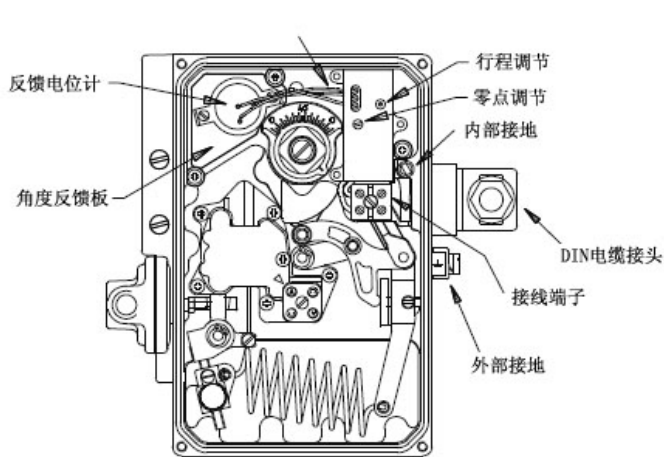

图7 角度反馈
4.4.2 打开定位器盖子并取下固定红色反馈板上三个 M4 螺钉，如图 7 所示。充分松开连接套中心螺钉并把带有反馈组件的连接套从旋转气缸上拉开。
6.1.2 打开定位器盖并拧下固定红色反馈板的四个螺钉，取下接线端子上的两个接线，如图 7 所示。作为一个单元小心取下连接套和反馈组件。
6.3 零点和行程调节（参考图 7）
6.4.2 打开定位器盖子并取下固定红色反馈板上三个 M4 螺钉和取下端子板上的二个电线，如图 7 所示。充分松开连接套中心螺钉并把带有反馈组件的连接套从旋转气缸上拉开。